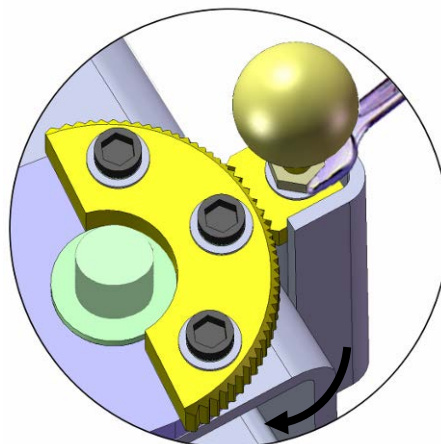

Рис. 33
4. Отрегулируйте сцепление стопоров (**Рис. 33**).